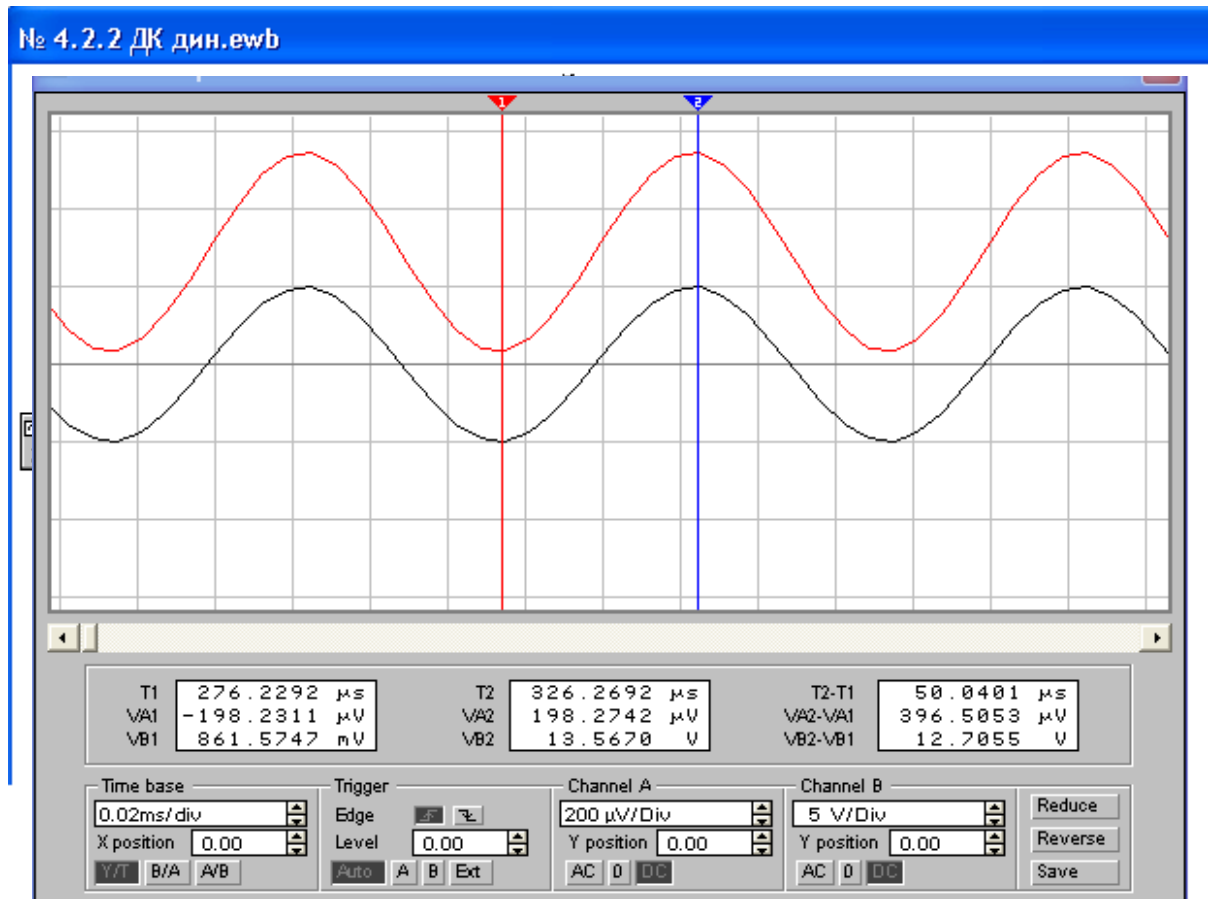

Рис. 6
4.5.6. Визначте коефіцієнт підсилення, для чого виміряйте амплітуди $U_{m \text{ вих}}$ і $U_{m \text{ вх}}$ на збільшеному екрані осцилографа (рис. 6) встановленням маркерів 1 й 2 на різнополярні амплітуди.